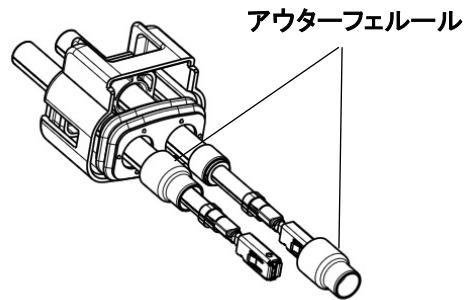

Fig.16
- 5.8. アウターフェルール 1587829-[]を Fig.16 に示す方向で挿入し、インナーフェルールと折り返された編組シールドに重なるようにします。